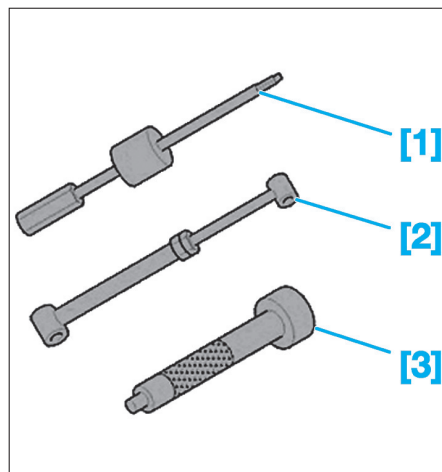

Fig. 41
- [1]. Extracteur à inertie (Ref. 0316-A) (Fig.41).